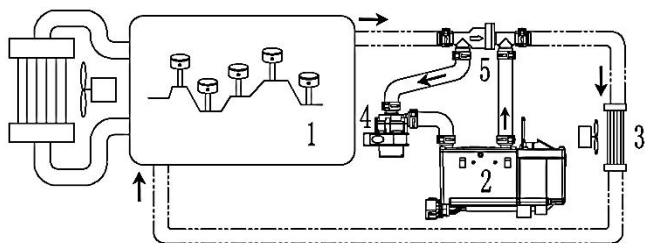

图 8
3.3.2 图 8 所示安装时，单向阀箭头方向应与发动机流向一致，不能反装！发动机单独工作时，热水不再流经加热器（避免热量损失），感觉更暖和。